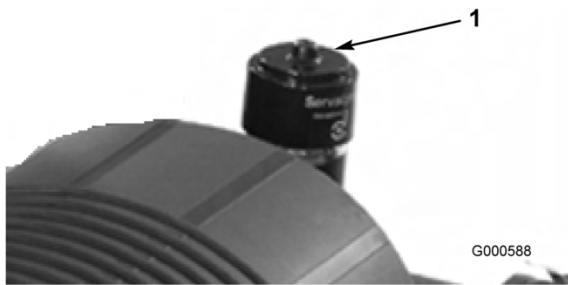

Figure 30
Faites l'entretien du filtre à air uniquement quand l'indicateur de colmatage (Figure 30) indique
- Réarmez l'indicateur de colmatage (Figure 30) s'il est rouge.